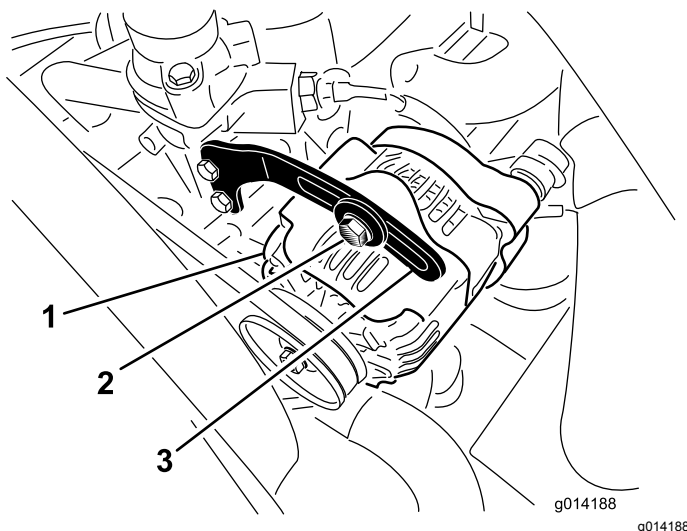

Figura 47
2. Controllate la tensione della cinghia dell'alternatore premendola (Figura 47) al centro tra le pulegge dell'alternatore e dell'albero a gomito con una forza di 10 kg.
3. Allentate il bullone che fissa il supporto all'alternatore (Figura 47) e il bullone di rotazione dell'alternatore.